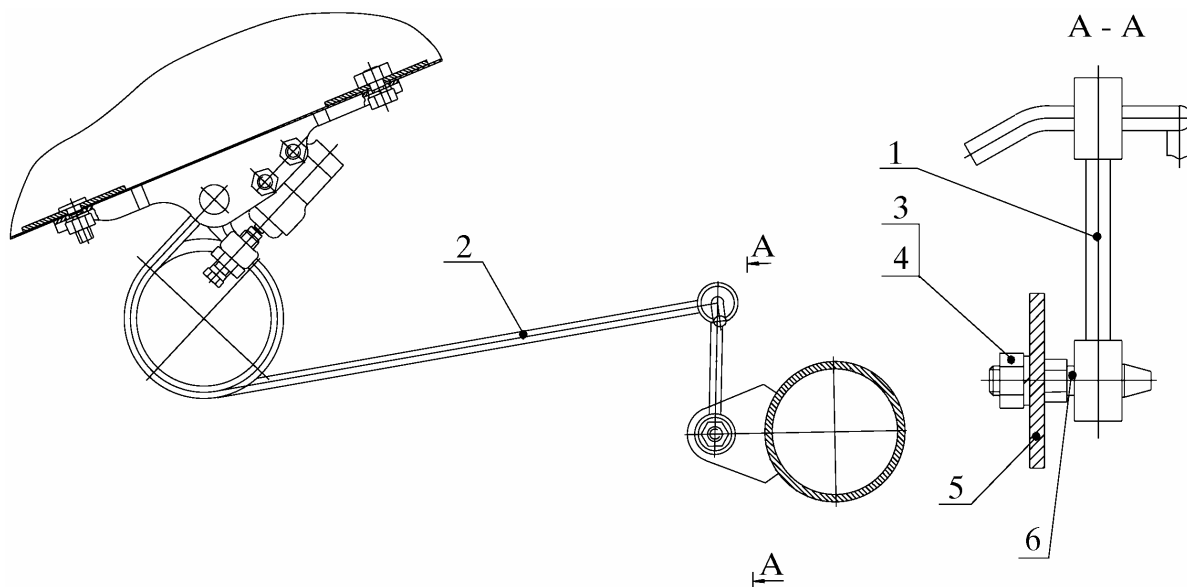

Рис. 8. Отсоединение стойки нагрузочной пружины:
4.11. Отсоединить стойку 1 (рис. 8) нагрузочной пружины 2 регулятора давления тормозной жидкости в системе задних тормозных механизмов